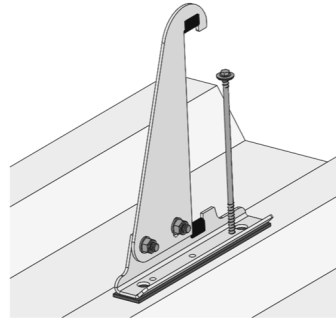

Abbildung 1
- Oberfläche reinigen. Position der Schneefangstütze über Richtschnur parallel zur Traufe anzeichnen. Den mitgelieferten Moosgummistreifen auf den Obergurt kleben. (Abb. 1)